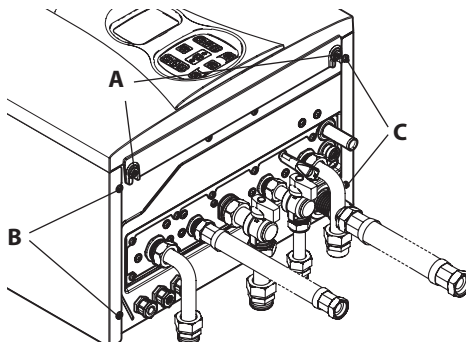
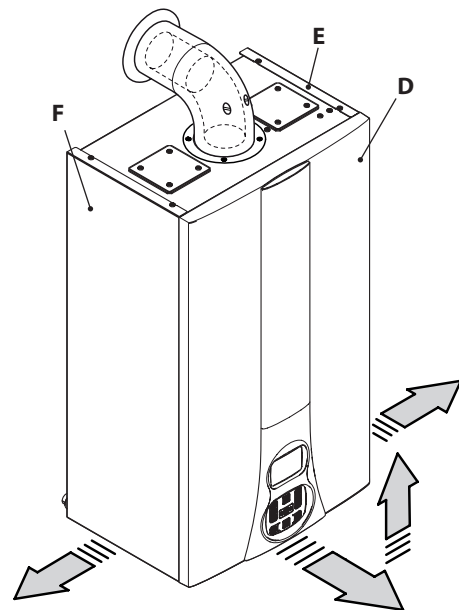

Figura 9.6
Figura 9.7
tale **D** tirandolo a sé e quindi spingendolo verso l'alto in modo da liberarlo dalle sedi superiori (Figura 9.6 e Figura 9.7).
Allentare le viti **B** e **C** in Figura 9.6 e togliere i due pannelli laterali **E** ed **F** tirandoli verso l'esterno.
- Bloccare il pannello frontale **D** con le apposite viti **A** (Figura 9.6).